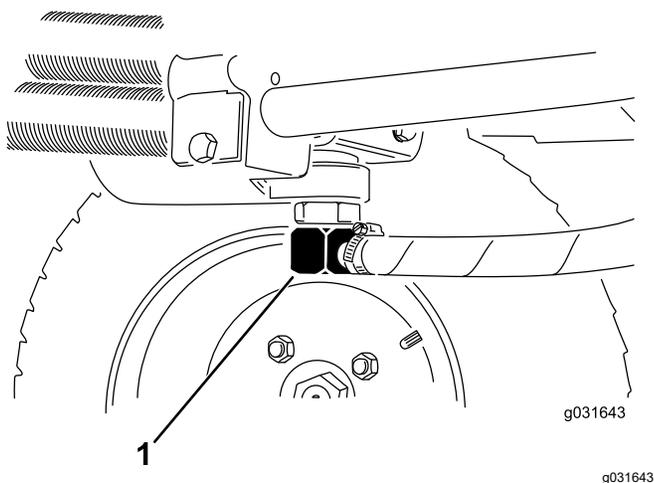
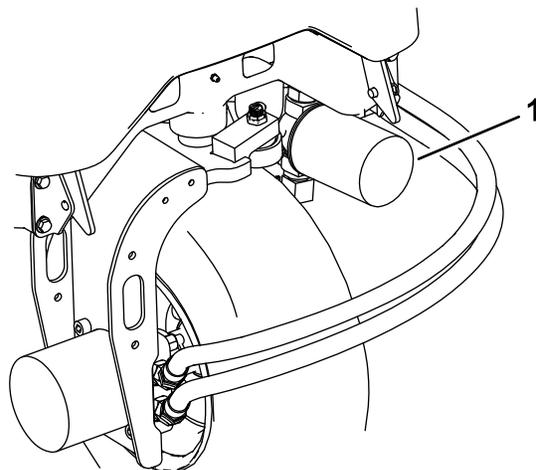

Figura 66
Figura 68
2. Desconecte as linhas hidráulicas ou retire o filtro hidráulico e deixe que o fluido hidráulico esorra para dentro de um recipiente de escoamento (Figura 68 e Figura 66).
3. Instale as linhas hidráulicas quando o fluido parar de escorrer (**Figura 66**).
3. Limpe em torno da área de montagem do filtro, coloque um recipiente de escoamento debaixo do filtro e retire o filtro (**Figura 68**).